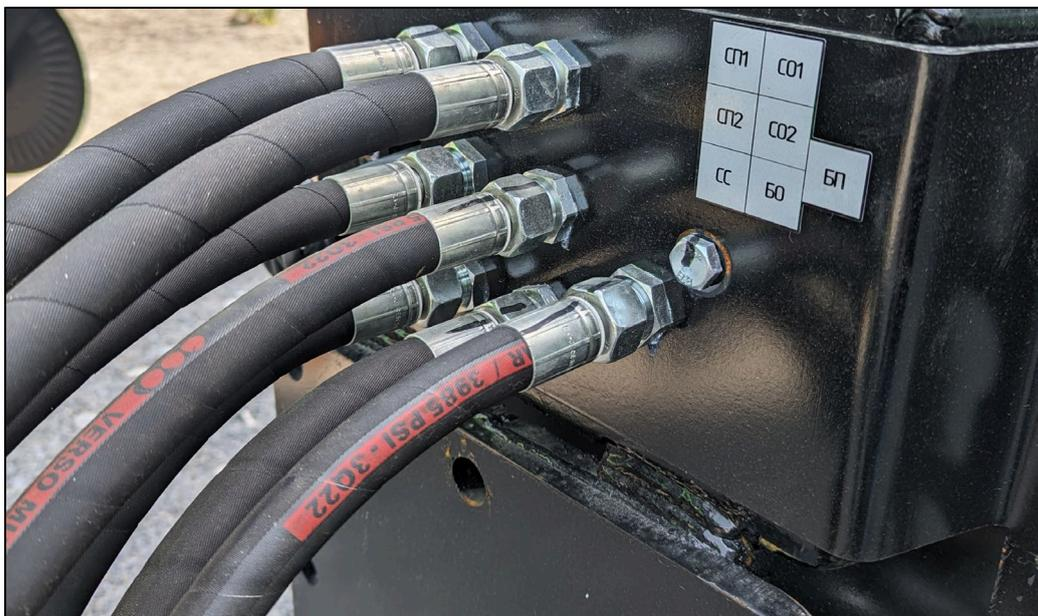

Рисунок 43 – Обозначение РВД
- Соедините РВД линии турбины и загрузочного шнека с разъемом гидрораспределителя секции с **регулируемым потоком рабочей жидкости**. Разъемы БП, БО и СС (БП – бункер подача БО – бункер обратка СС – свободный слив (дренаж)), рис. 43.